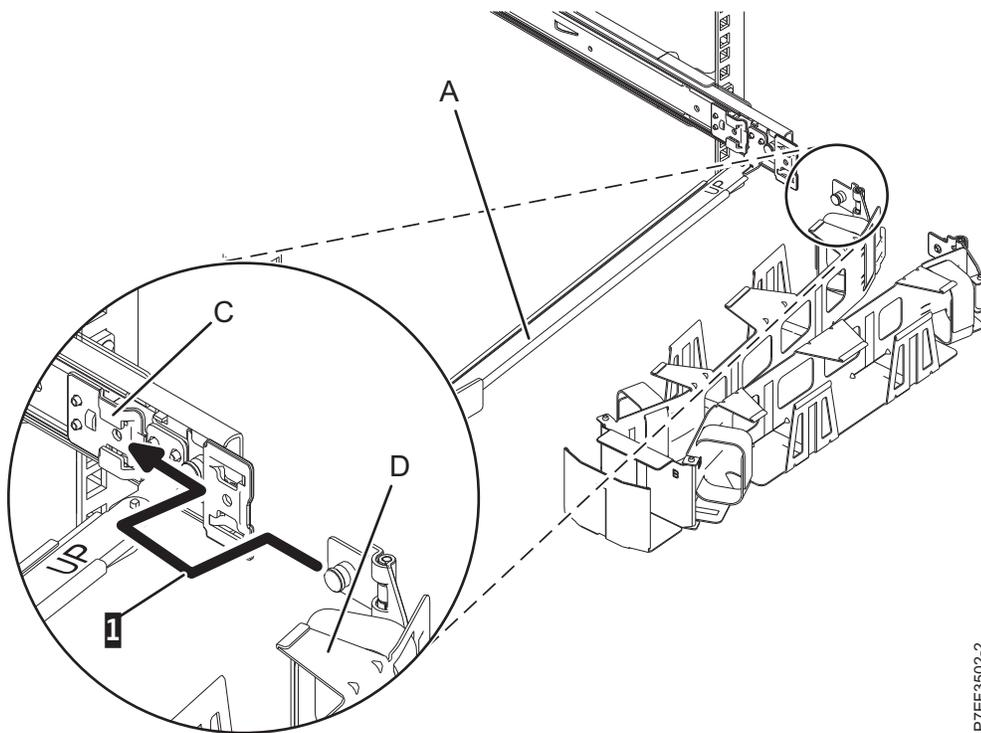
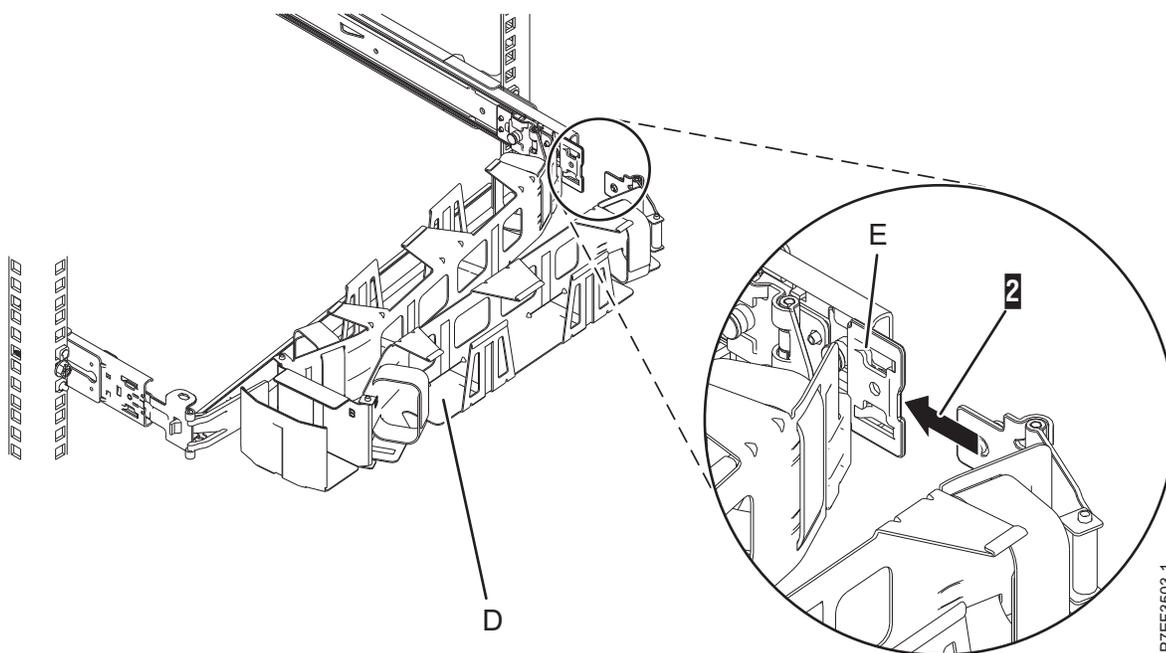

図 15. ケーブル・マネジメント・アームのタブを取り付け金具のスロットにスライドさせて取り付ける
図 16. ケーブル・マネジメント・アームの残りのタブを拡張ブラケットにスライドさせて取り付ける
7. ケーブル・マネージメント・アーム (D) をサポート・アーム (A) の上に置きます。最初のケーブル・マネージメント・アームのタブを、取り付け金具 (C) のスロットに滑り込ませます。バネ仕掛けのラッチが所定の位置に収まるまで、タブを押し込みます。もう一方のケーブル・マネージメント・アームのタブを、右側のスライド・レールの外側の拡張ブラケット (E) に滑り込ませます (2)。バネ仕掛けのラッチが所定の位置に収まるまで、タブを押し込みます。詳しくは、12 ページの図 15 および 12 ページの図 16 を参照してください。